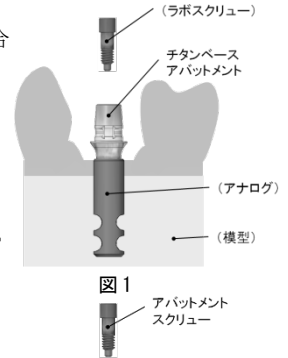
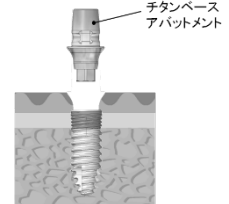

図 1
図 2
(1) 印象採得後、模型を作製する。
(2) フィクスチャーのプラットホームのタイプに合わせてサイズを選び、模型上のアナログに固定する（図 1）。
(3) 対合関係、補綴物のデザインを考慮し、アバットメントを支台とした最終補綴物を作製する。
(4) アバットメントを洗浄・滅菌し、滅菌したアバットメントスクリューを用いて口腔内のフィクスチャーに固定する（図 2）。(締結トルクは、NP は 20 N・cm、RP/WP は 30 N・cm)